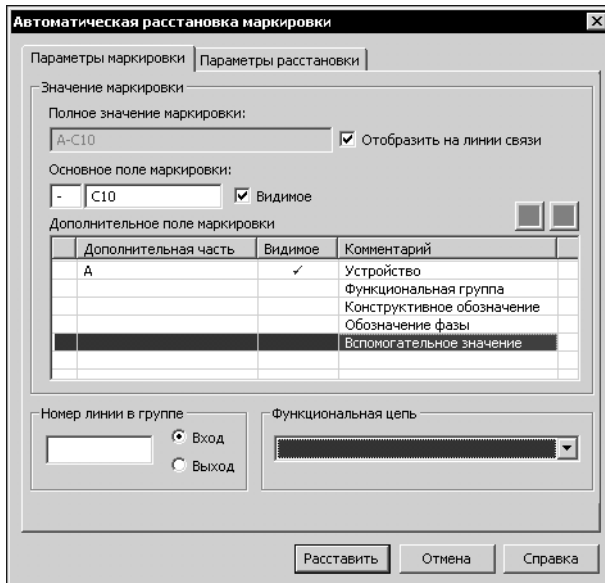

Рис. 22.20. Диалог задания параметров маркировки
- ▼ Параметры маркировки (рис. 22.20, табл. 22.4),